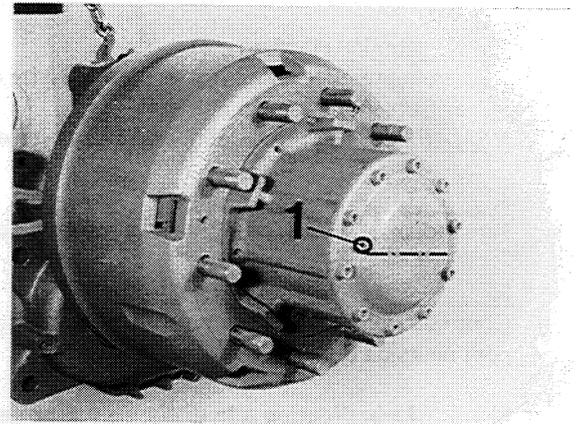

Fig. 1
2.1 Vidange d'huile - moyeu (figure 1)
2.2 Remplissage d'huile - moyeu (figure 1)